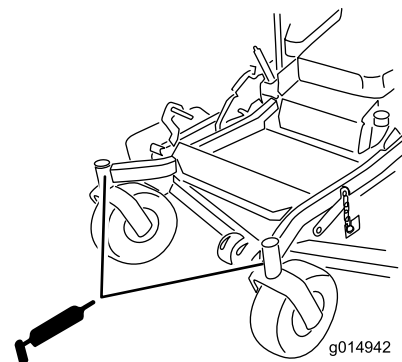

Figura 44
11. Instale el tapón hexagonal y la tapa (Figura 44).
12. Engrase los cojinetes de las ruedas giratorias (Figura 44).